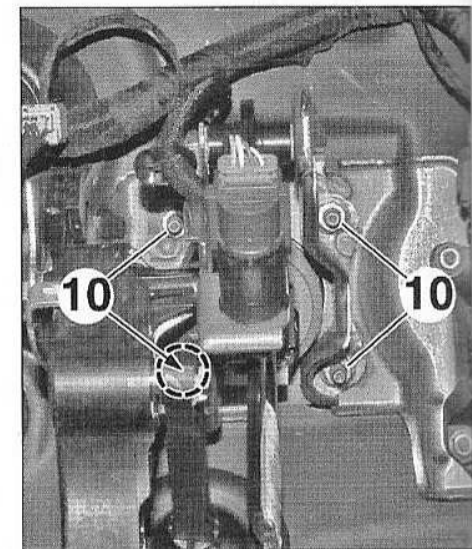

FIG. 21
- Déposer les écrous (10) (Fig. 21).